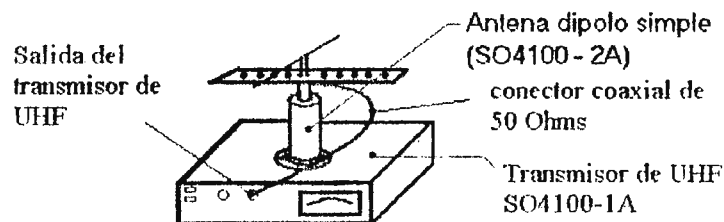

FIGURA 3.
- 1.) Conecte el dipolo simple (SO4100-2A) al transmisor de UHF (SO4100-1.A) por medio de un conector coaxial de 50Ω, la forma de realizar esta conexión se muestra en la figura 3.